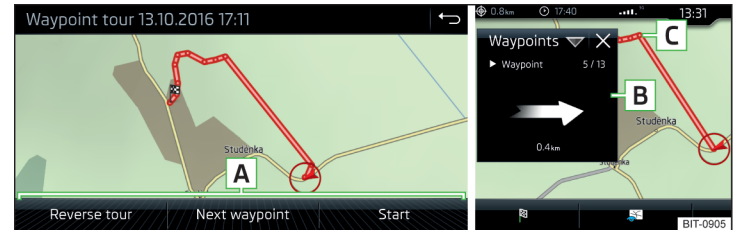

Abb. 245 Anzeige einer Wegpunkttour / Abfahren einer Wegpunkttour
- Eines der folgenden Menüs auswählen **A** » Abb. 245.
Während des Abfahrens einer Wegpunkttour erfolgt im Zusatzfenster **Wegpunkte** die Anzeige der Richtung sowie des Abstands zum nächsten Wegpunkt, der fortlaufenden Nummer des nächsten Wegpunktes sowie der Gesamtzahl der Wegpunkte **B** » Abb. 245.
Die Wegpunkt tour von der Fahrzeugposition zum nächsten Wegpunkt „nimmt“ während der Fahrt sukzessive „ab“ **C** » Abb. 245.
- > Anzeige der Wegpunktstour » Abb. 245 auf Seite 207